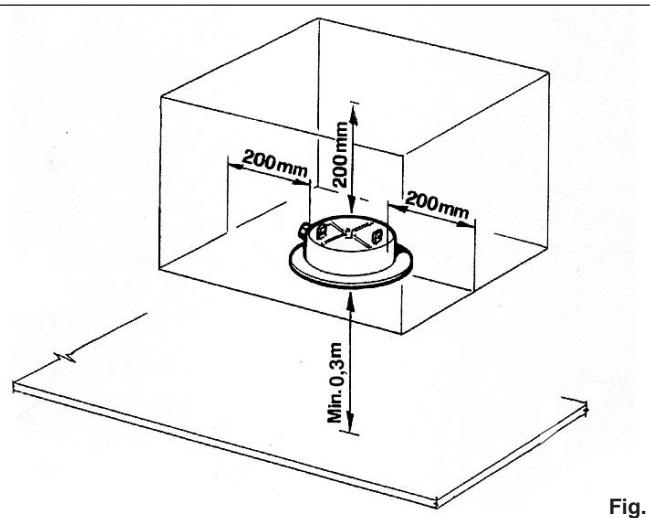

Fig. 1
- Wenn der Strahler eingeschaltet ist, stellen Sie sicher, dass der Abstand zwischen dem Strahler und der zu beleuchtenden Fläche **mindestens 0,3m** beträgt, wie durch das entsprechende Symbol angezeigt (Bild 1).
- Nell'uso dell'apparecchio, assicurarsi che la distanza tra la lampada e l'oggetto illuminato **non sia inferiore a 0,3 m** come indicato nel relativo simbolo (Fig.1).
- Mantenere almeno 200 mm di aria attorno al corpo dell'apparecchio incassato in controsoffitti o plafoni (Fig.1).